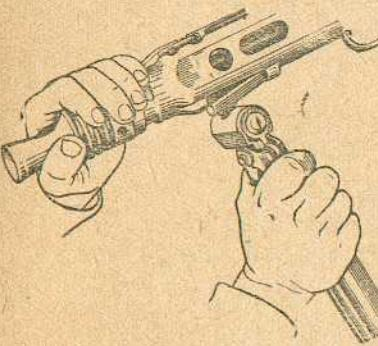

Рис. 15. Как отделить сошки
**7. Отделить сошки** (рис. 15). Удерживая пулемёт левой рукой за надульник, правой рукой обхватить сошки и нажать их по направлению к затыльнику, затем отделить сошки книзу.